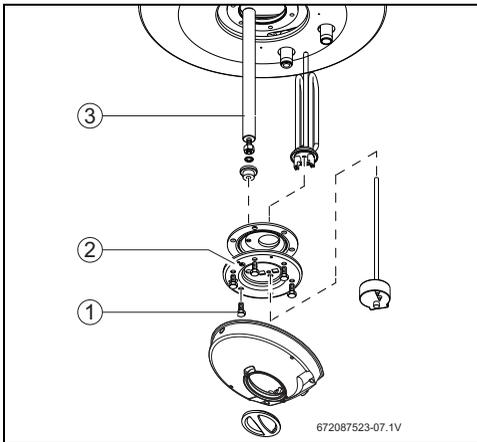

Рис. 16 Доступ во внутреннее пространство и обозначение деталей
- ▶ Отверните крепёжные винты фланца (рис. 16, [1]).
- ▶ Снимите фланец (рис. 16, [2]).